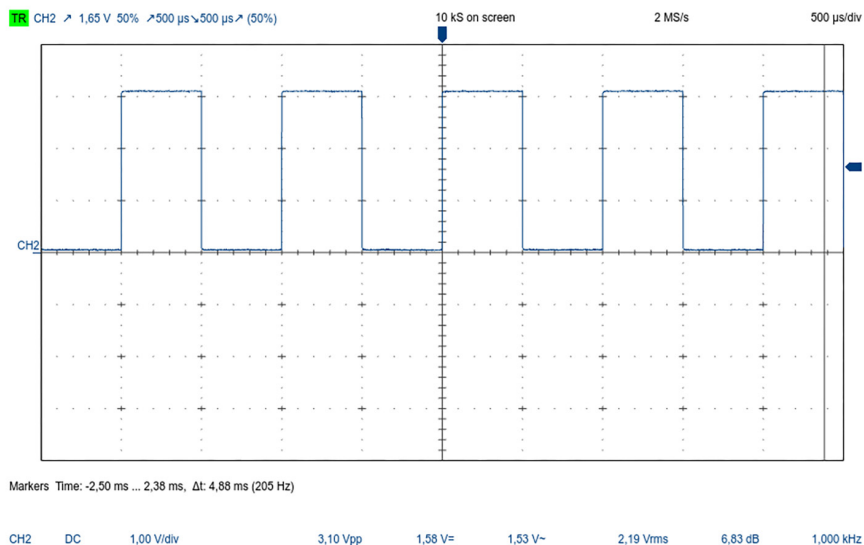

Рис. 6.9. ШИМ сигнал (меандр) на осциллографе
- 2) $f = 1000$ Гц, $D = 0,5$ (меандр) (рис. 6.9);